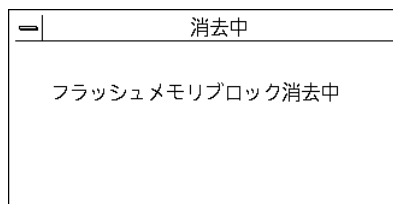

図 2.14 フラッシュメモリ消去中ダイアログボックス
- (3) 図 2.13 の消去フラッシュメモリブロック指定ダイアログボックスで [OK] ボタンを選択すると、図 2.14 のフラッシュメモリ消去中ダイアログボックスを表示し、フラッシュメモリブロックの消去を開始します。[キャンセル] ボタンを選択すると、フラッシュメモリブロックの消去を行わずに、ダイアログボックスを閉じてメインウィンドウに戻ります。